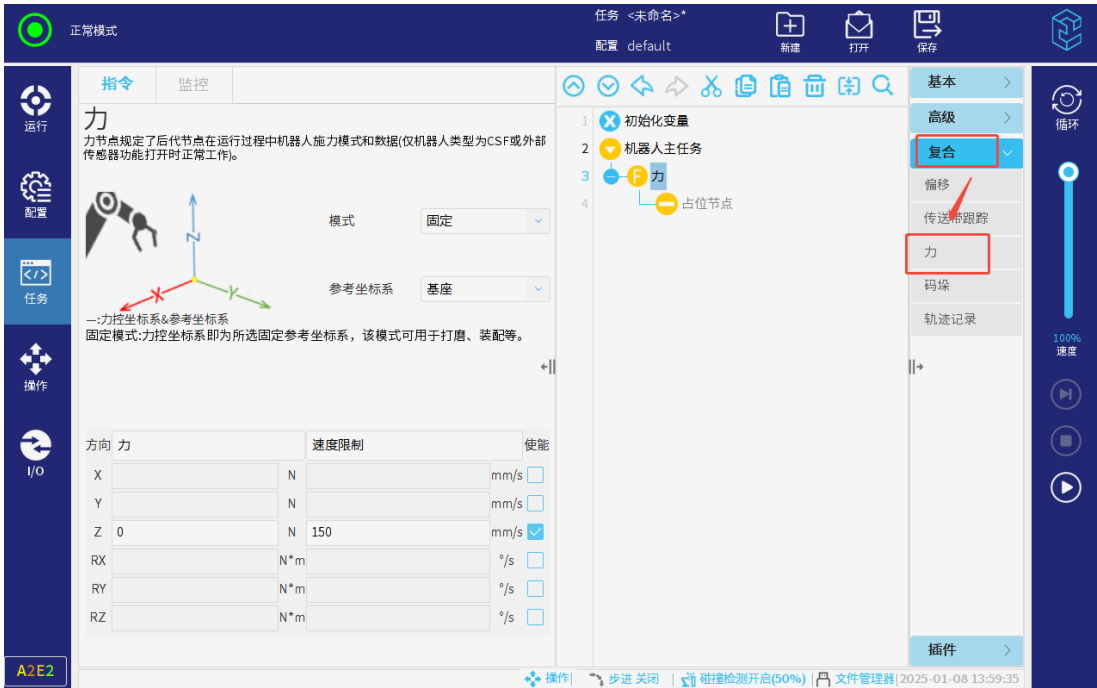

图 3-132: 力
1. 选择“任务 > 复合 > 力”，如图 3-132所示。